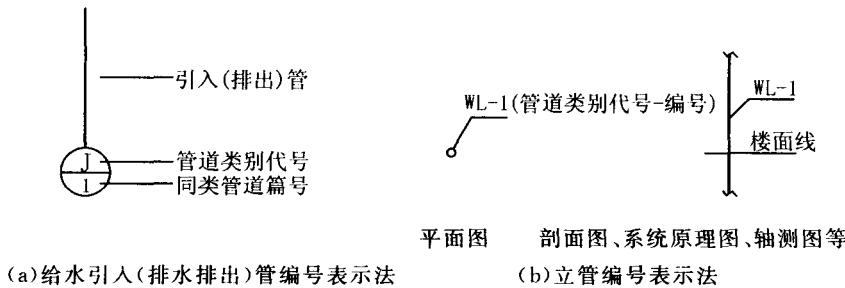

图 1-3 管道编号表示方法
(1)当建筑物的给水引入管或排水排出管的数量超过 1 根时,宜进行编号,编号表示方法详见图 1-3(a)。
(2)建筑物内穿越楼层的立管,其数量超过 1 根时,宜进行编号,编号表示方法详见图 1-3(b)。